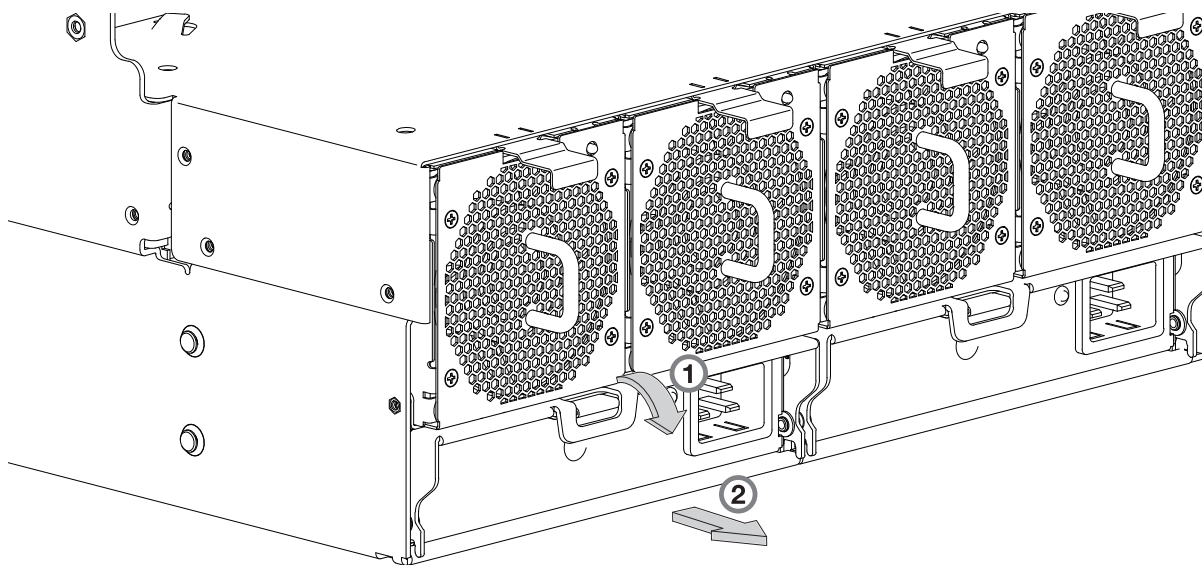
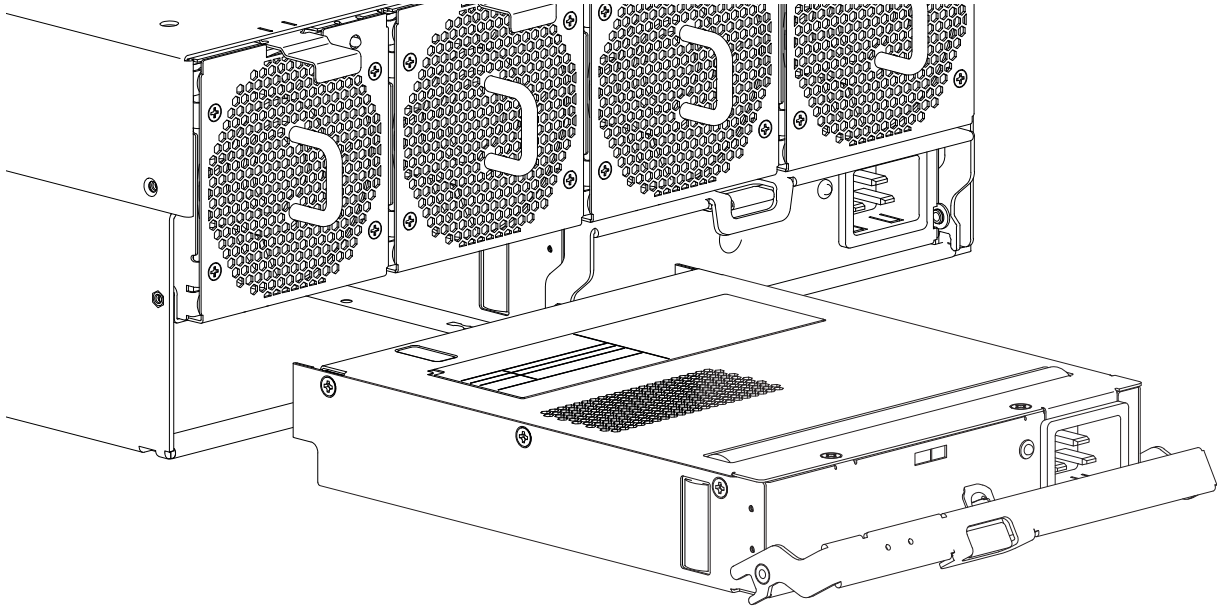

Figura 62. Extracción de una PSU (1 de 2)
Figura 63. Extracción de una PSU (2 de 2)
Gire el tirador hacia afuera y hacia abajo para extraer la PSU del alojamiento como se muestra en la Figura 62.
8. Sujete el tirador y retire la PSU, teniendo cuidado de aguantar la base del módulo con ambas manos mientras la extrae del alojamiento como se muestra en la Figura 63 en la página 77.
Consulte Figura 62 en la página 76 y Figura 63 al realizar este procedimiento, pero ignore la flecha direccional dado que insertará el módulo en la ranura, en lugar de extraerlo.